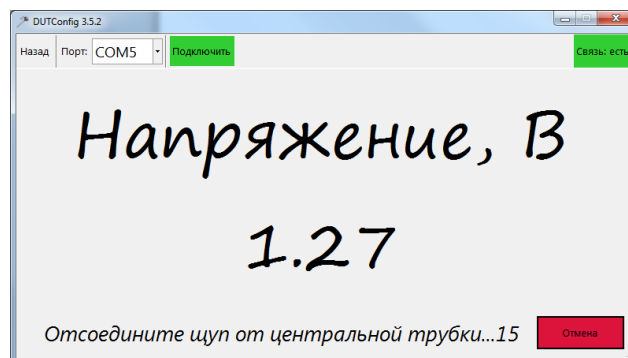

Рисунок 22 – Отсоедините щуп от центральной трубки
10. Дождаться, когда в окне программы появится сообщение «Отсоедините щуп от центральной трубки» (рис. 22).